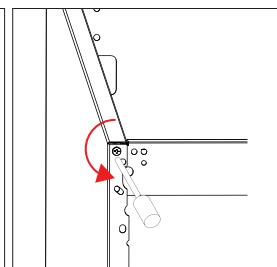

Abb. 11
- ▶ Lösen Sie die Schraube links am Gehäuse mit einem Kreuzschlitzschraubendreher und versetzen Sie sie auf die rechte Gehäuseseite (Abb. 11).